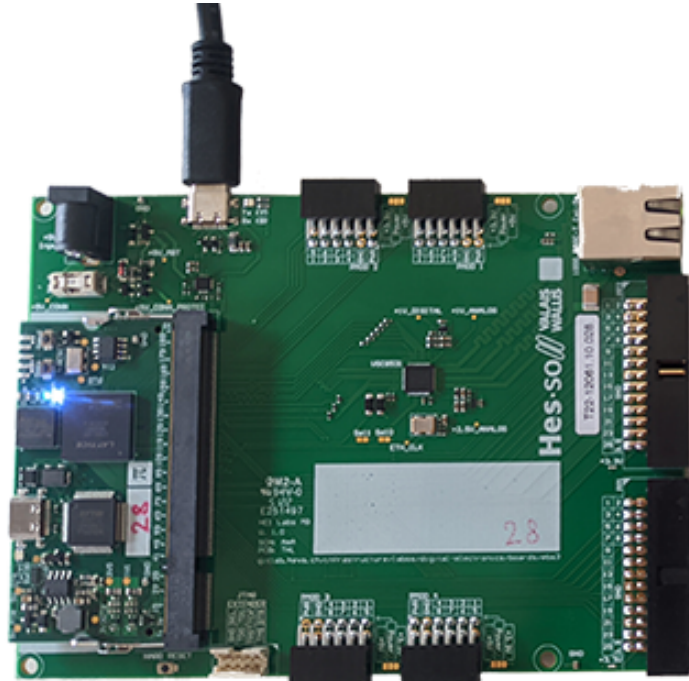

Figure 12 - Carte électronique FPGA EBS3 [7]
- Une carte de développement FPGA (Figure 12)